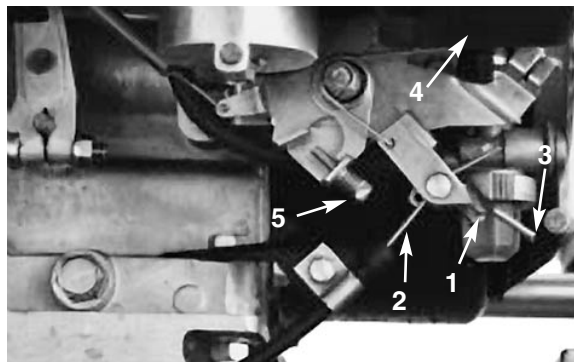

Figure 37
2. Desserrer la vis qui fixe le câble au bras de carburateur (Fig 37).